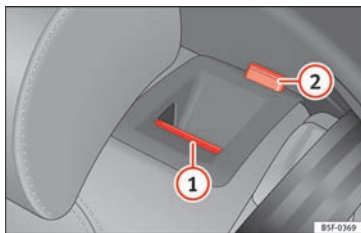

Fig. 150 Bagsæderyglæn: udløserknap (1), rød markering (2)
- Træk udløserknappen » Fig. 150 (1) fremad, og klap samtidig ryglænet frem.
- Bagsæderyglænet er udløst, hvis du kan se en rød markering på knappen (2).
Ryglænet er udløst, når du kan se en rød markering » Fig. 150 (2) på knappen.